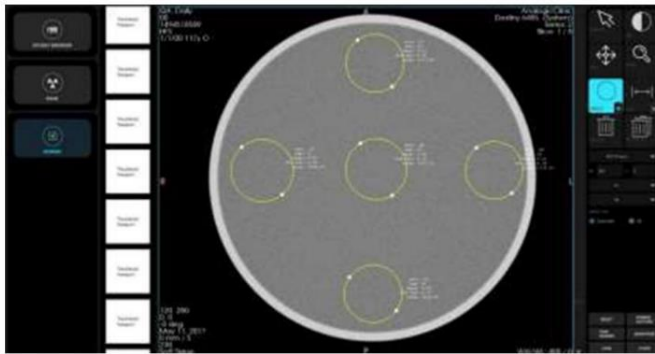

Figura 3-18 Procedimiento de control de calidad: colocación de ROI
- Desplácese hasta la Imagen 4; consulte la Figura 3-18